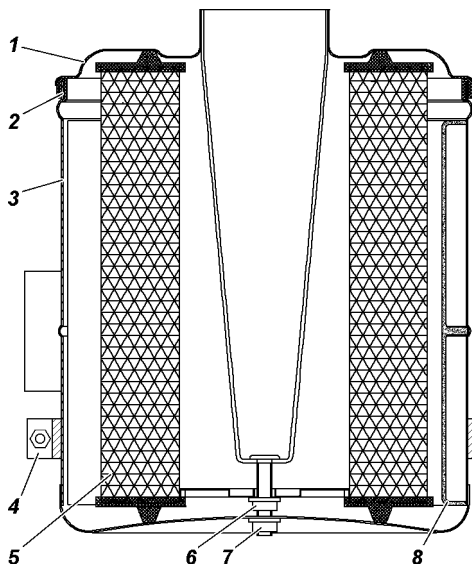

Рис. 9.20. Воздушный фильтр:
**Воздушный фильтр.** На автомобиле УАЗ-315148 установлен воздушный фильтр (рис. 9.20) со сменным картонным фильтрующим элементом.